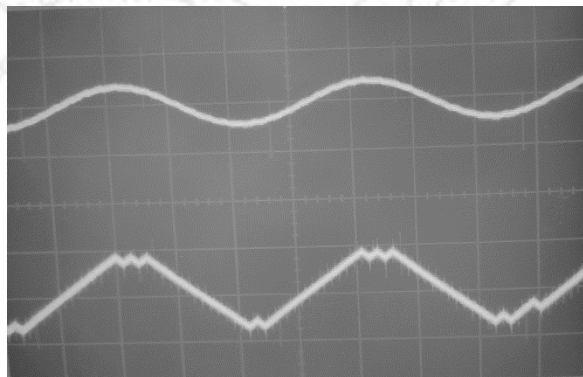

Figura 6.5 Comparación entre TP5 y TP6.
10. Aumentar la amplitud de la señal de la entrada del modulador delta hasta unos 300 mVpp aproximadamente, comparar con la figura 6.5 y observar lo que ocurre con la señal en la salida del integrador.